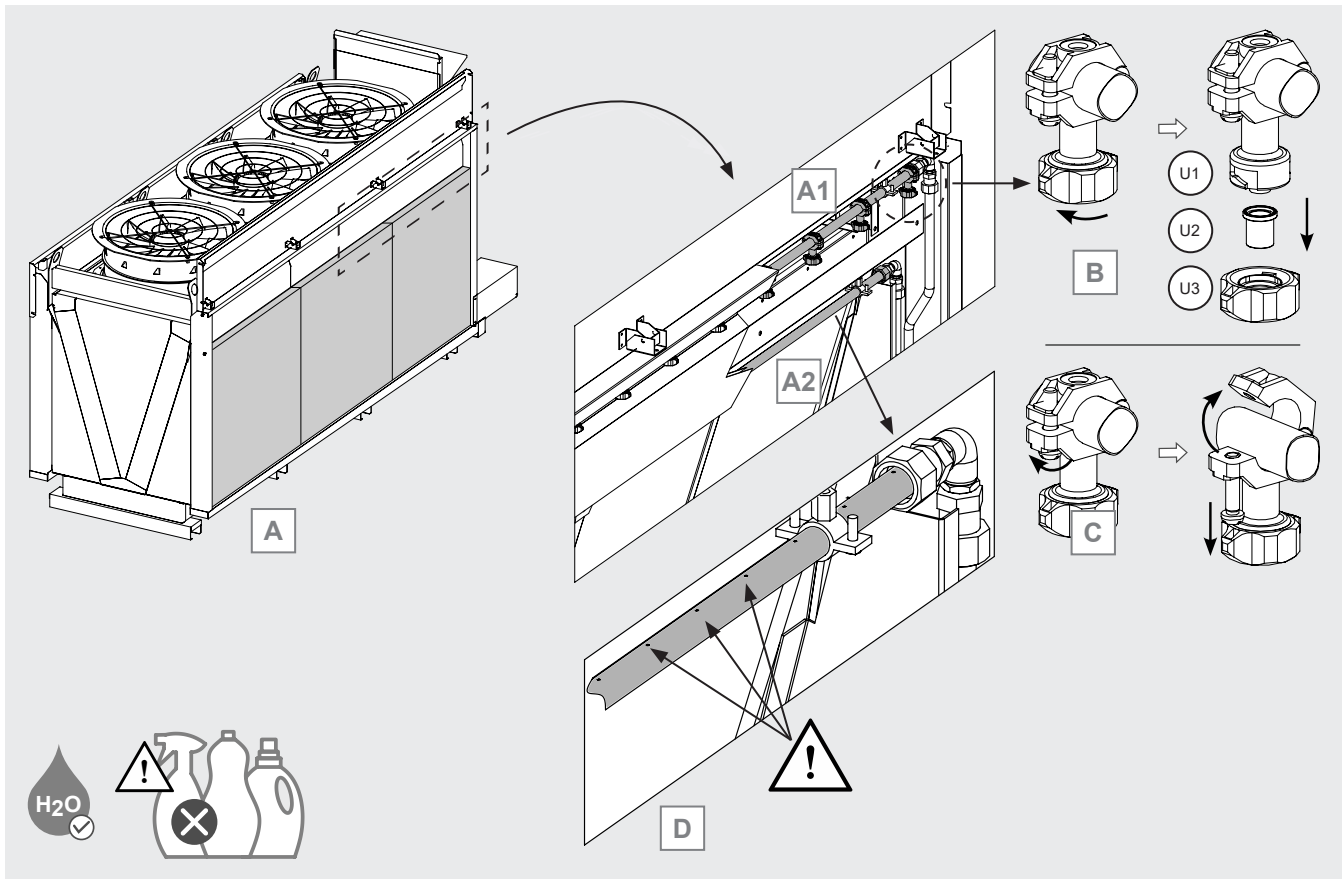

Figura 22
- 12.10.5 Localice las líneas de distribución de agua del sistema adiabático. Observe la Figura 22 A: la línea (A1), mediante una hilera de boquillas, distribuye el agua al panel exterior. La línea (A2), mediante un tubo perforado, distribuye el agua en el panel interior.
- 12.10.6 Obsérvese la Figura 22 B. Cada tobera de la línea (A1) consta de 3 partes: n. 1 cuerpo de tobera (U1), n. 1 tobera (U2) que determina el tipo de chorro y el caudal de agua, n. 1 tuerca (U3) que sujeta la tobera.
- 12.10.7 Véase la Figura 22 B. En el caso de boquillas obstruidas, es posible sustituir la boquilla sin cambiar toda la boquilla: desenrosque la tuerca y retire la boquilla. Existen 3 tipos de boquillas que corresponden a 3 rendimientos diferentes: cada una está marcada por un color, morado (lilac), negro (black) y naranja (orange). Sustituya las boquillas por otras nuevas de la misma marca y color. En caso de duda, póngase en contacto con Modine.
- 12.10.8 Observe la Figura 22 C. En el caso de boquillas dañadas, desenrosque el tornillo y abra el acoplamiento rápido. Retire la boquilla. Si la boquilla está dañada, sustitúyala completamente, incluida la boquilla.
- 12.10.10 Observe la Figura 22 D. Compruebe que todos los orificios del tubo de distribución (A2) están perfectamente limpios.